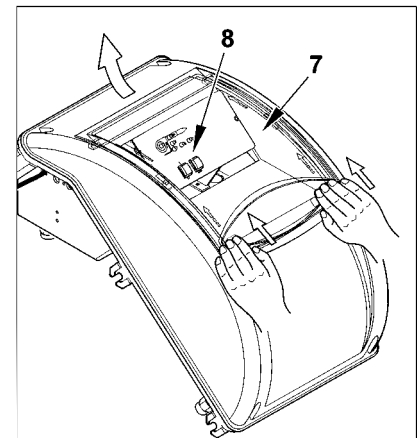
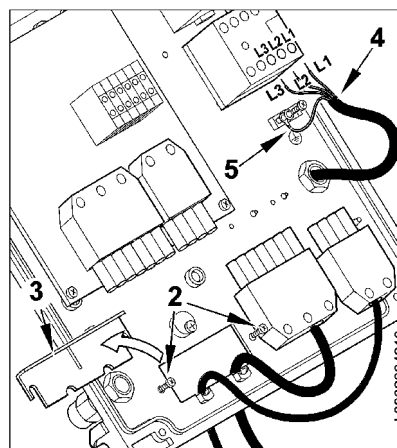

Рисунок 4
Рисунок 2
- 2) Ослабьте винты (2). После того, как Вы сняли кабельный зажим (3), пропустите через отверстие 7-штырьковый и 4-штырьковый разъёмы (см. рис. 2). Соедините питающие кабели (4) к удалённому выключателю, закрепите заземляющий кабель (5) и затяните соответствующий хомут.
- 3) Поместите кабельный зажим, как указано на рисунке 3. Поверните эксцентрик (6) так, чтобы зажим должным образом надавил на два кабеля, после этого затяните винты, фиксирующие зажим. Наконеч, соедините два разъёма 7-ми и 4-штырьковый.
- 4) Для закрытия крышки электрического щита, закрутите 4 винта (1), используя
момент затягивания, равный приблизительно 5 Нм, для обеспечения правильного уплотнения. Теперь можно получить доступ к панели управления (8). Отцепите прозрачное окошко (7), слегка надавливая руками в направлении стрелок на рис. 4. Переместите окошко вперёд на некоторый отрезок, после чего отделите его от крышки.
- 5) Для правильного расположения прозрачного окошка на щите поступайте в соответствии с рисунком 5: поместите крюки в соответствующие гнёзда (9), продвиньте окошко в направлении, указанном стрелкой, пока не услышите лёгкий щелчок. Теперь обеспечено должное уплотнение.